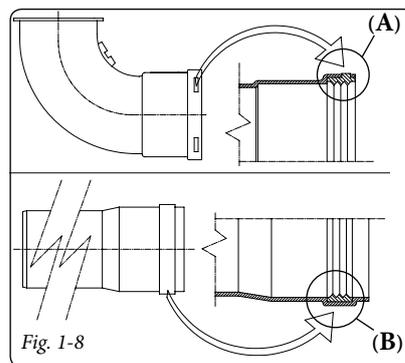

Fig. 1-8
- Posizionamento delle guarnizioni (di colore nero) per fumisteria "serie verde".** Prestare attenzione ad interporre la guarnizione corretta (per curve o prolunghe) (Fig. 1-8):
- guarnizione (A) con tacche, da utilizzare per le curve;
- guarnizione (B) senza tacche, da utilizzare per le prolunghe.